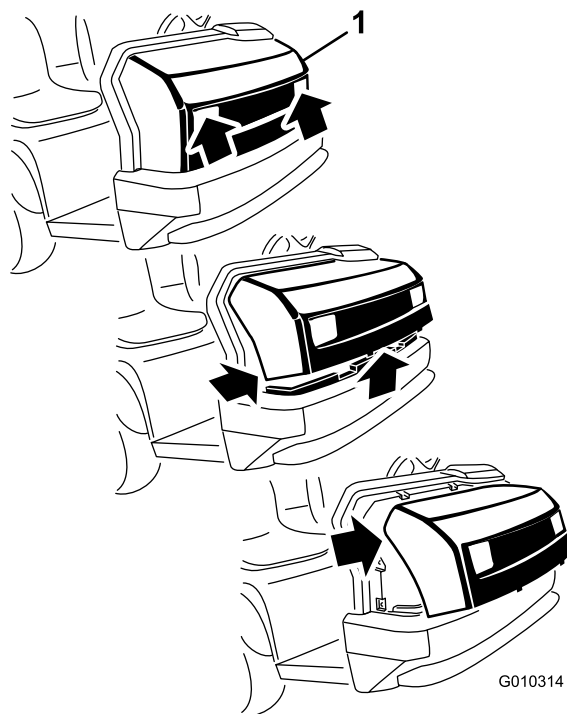

Figura 40
montagem inferiores das ranhuras da estrutura (Figura 40).
2. Desloque a parte inferior do capot para cima até ser possível retirar as patilhas de montagem superiores das ranhuras da estrutura (Figura 40).
3. Desloque a parte superior do capot para a frente e desligue os conectores de fios dos faróis (Figura 40).